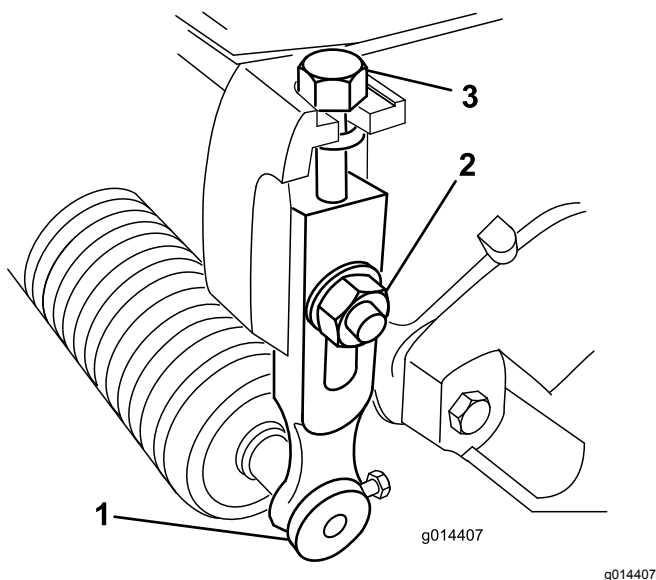

Figura 14
- Allentate i dadi di bloccaggio che fissano i bracci dell'altezza di taglio alle piastre laterali dell'apparato di taglio (Figura 14).